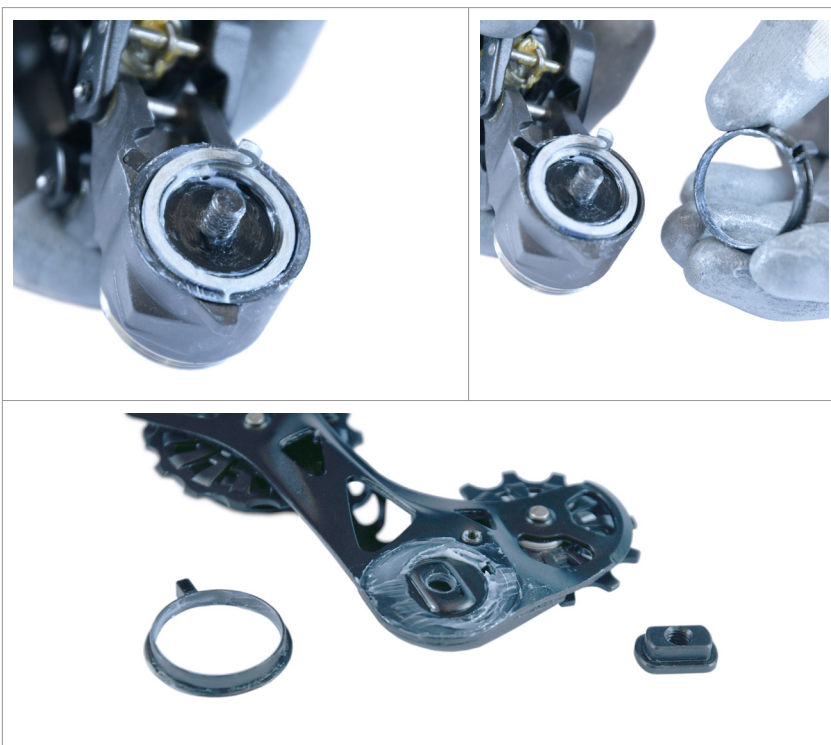

Fig.10
7) Retirez le train de galets et la bague d'étanchéité (Fig. 10).